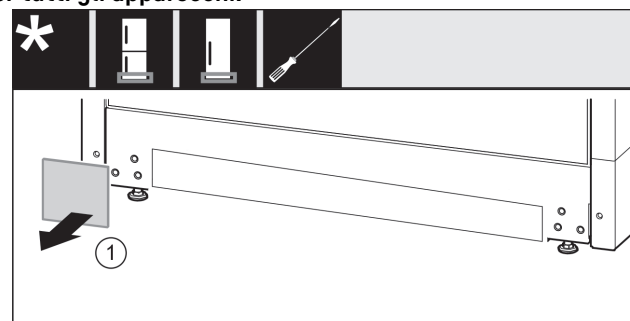

Fig. 20
- ▶ Rimuovere la copertura Fig. 20 (1).